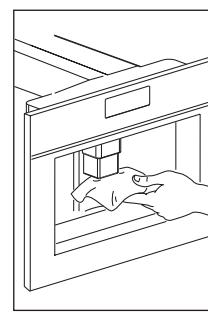

Fig. 36
- Nettoyer les becs régulièrement avec une éponge (Fig. 36).